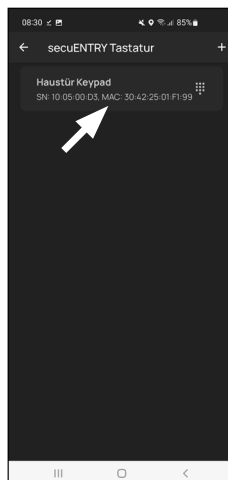

Fig. 2
② Si vous avez déjà configuré un clavier, sélectionnez-le (Fig. 2)